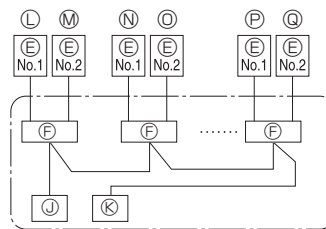

Fig. 6-2
6.1. Unidade exterior (Fig. 6-1, Fig. 6-2)
- (1) Remova o painel de manutenção.
- (2) Ligue os cabos consultando a Fig. 6-1 e a Fig. 6-2.